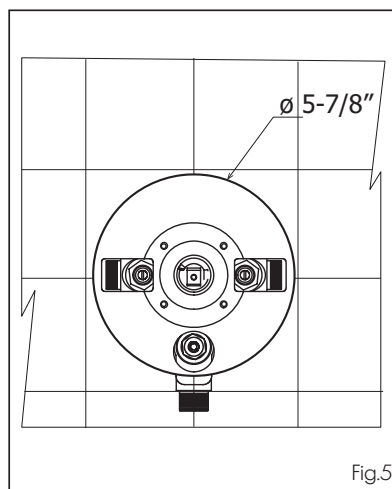

Fig.5
Connect the hot and cold water inlets and the mixed water outlets. The hot water inlet must always be connected on the left side of the valve and the cold water inlet on the right (Fig.5). **This valve is fitted with 2 mixed water outlets ( A and B). Seal the (B) outlet if not used.**
*Raccorder les tuyaux d'alimentation en eau chaude et froide de la valve ainsi que les sorties pour la distribution en eau mélangée. L'eau chaude doit toujours être raccordée à la gauche de la valve et l'eau froide à sa droite (Fig.5). Cette valve possède 2 sorties (A et B) pour l'eau mélangée. S'assurer de bien sceller la sortie (B) si elle n'est pas utilisée.*
For an easy maintenance of the valve components after installation, cut out the opening on the wall by following the shape of the plastic protector cap (Fig.5). This will facilitate the access for cartridge replacement and also for all recommended maintenances.
*Pour un entretien facile des composantes de la valve suite à son installation, faire une ouverture en utilisant le capuchon en plastique comme gabarit (Fig.5). Ceci facilitera l'accès pour les changements de cartouche et tout autre entretien requis.*